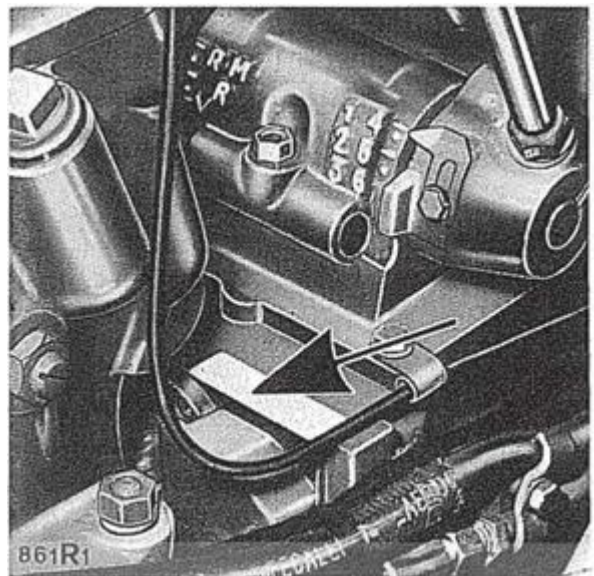

Figure 38 – identification du modèle et du numéro de série
N.B. - Le code du modèle, la série et le numéro du tracteur sont imprimés sur la plaque métallique ou à l'endroit indiqué par la flèche de la fig. 38.